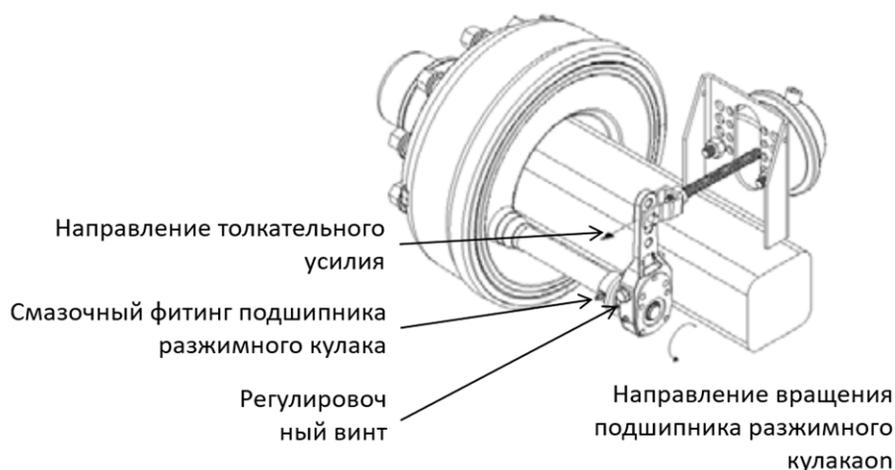

рисунок 51 — Регулировка тормозов с помощью механизма регулировки зазора
- Если у подшипников разжимных кулаков есть смазочные отверстия, смажьте их (рисунок 51). Не наносите слишком много смазки, так как остатки смазки могут попасть на фрикционные накладки и барабаны.
После установки механизма регулировки зазора поверните регулировочный болт механизма, чтобы отрегулировать его положение по отношению к валу (рисунок 51).
Important!  **Поверните его в направлении вращения подшипника кулака (рисунок 51). Для регулировки зазора поверните болт так, чтобы вал провернулся в том же направлении.**